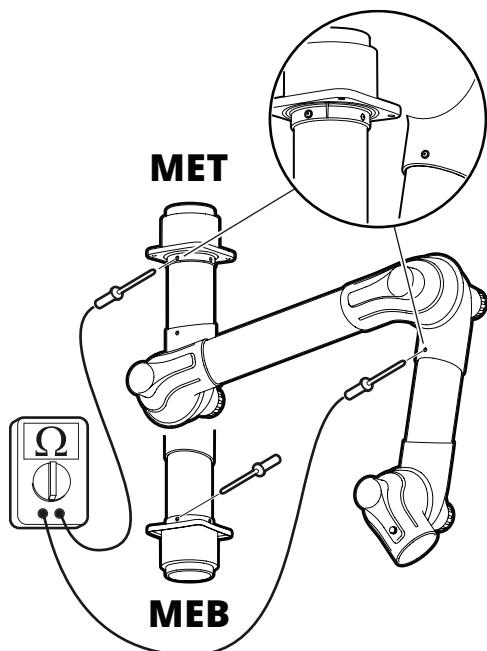

Рис. 12
- Проверьте сопротивление вытяжного рукава при помощи поверенного омметра. См. Рис. 12. Сопротивление между точками измерения должно составлять менее 1 МΩ.